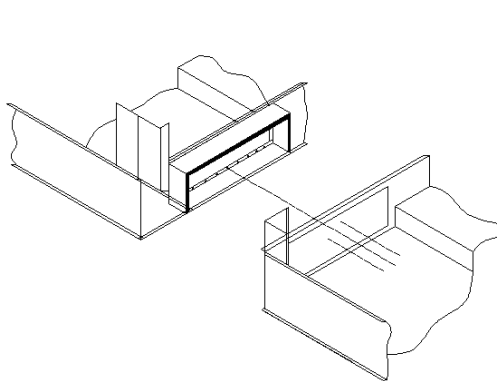

图11
- ③ 把带有连通法兰接口的第二个水盘放置在钢结构支撑上，并靠近已安装好的第一个水盘。用定位销使两个水盘连通管的孔对齐，然后把两个水盘推到一起。
- ④ 插入带有橡皮环的螺栓，然后拧紧螺母，所有的孔都需拧上螺栓（见图11）。